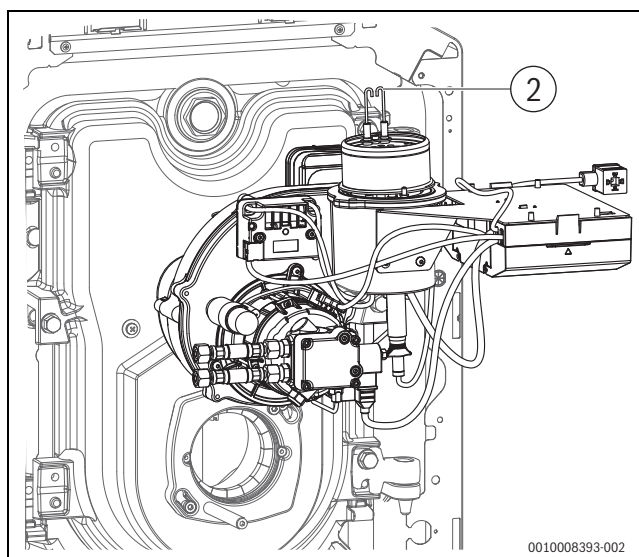

Bild 37 Brenner in Serviceposition aufstecken
- Brenner in Serviceposition (→Bild 37) aufstecken.